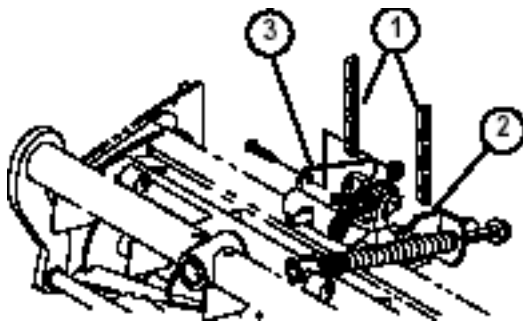

図 9
12. ターフ補正スプリングのブラケットをカッティングユニット・スタビライザの耳に止めているナットを外す（図9）。チェーンをキャップスクリューに通し、外したナットで固定する。
13. リールモータを各カッティングユニットの駆動側に装着し、付属のキャップスクリュー2本で固定する（図9）。